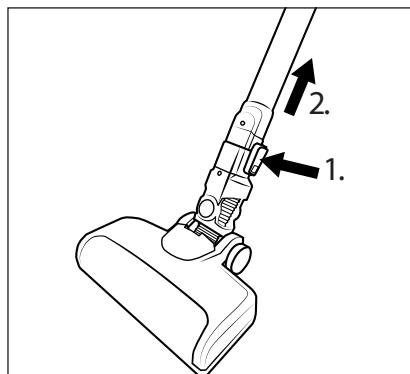

Fig. 12
- ◆ Pour retirer la brosse de sol ⑯ du tube d'aspiration ⑯, maintenez la touche de déverrouillage de la brosse de sol ⑯ enfoncée et retirez le tube d'aspiration ⑯ de la brosse de sol ⑯ (voir fig. 12).